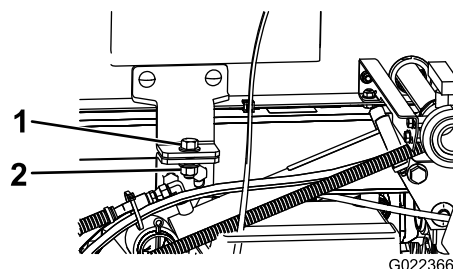

Figura 82
6. Demontați bolurile de siguranță din partea frontală a saniei (Figura 82).